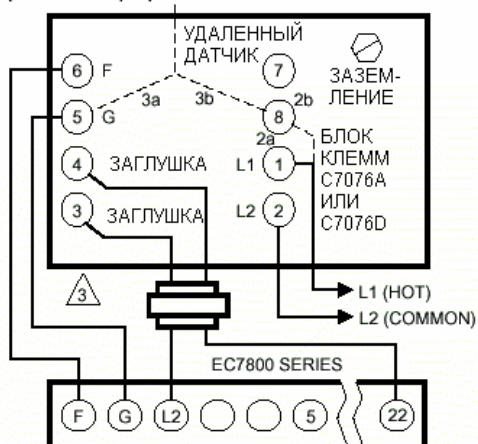

Рис. 13. Установка усилителя сигнала пламени.
- 1 Для предотвращения поражения электрическим током и повреждения оборудования перед началом инсталляции обязательно отсоедините питание. Может потребоваться отсоединение нескольких источников питания (см. Рис. 13).